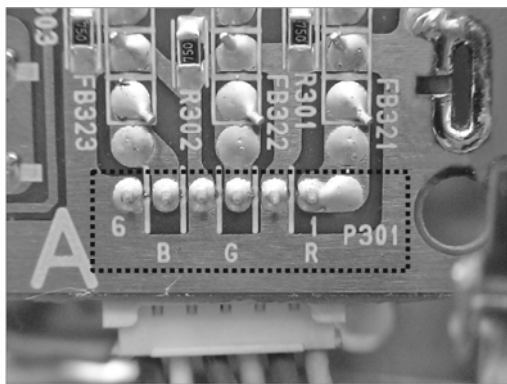

图 2-27 电脑显卡信号输入接口的引脚
图 2-27 为电脑显卡信号输入接口的引脚，由电脑主机送来的 R、G、B 信号通过该插口送到视频电路板上。一般在引脚焊点下方均有明确标注，可以根据标注进行检测。由如图 2-27 所示可知，该插口的①、③、⑤脚下分别标有 R、G、B，分别代表 R 信号输入、G 信号输入、B 信号输入。在检测时，主要将示波器探头放到相应的焊点上，就可以判断是否有信号输入。